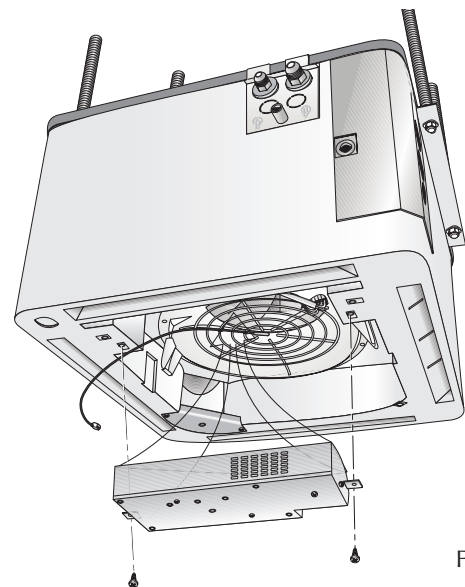

Fig. 10
- rimontare la scatola della scheda elettronica dal cabinet con le 2 viti precedentemente tolte (fig. 10).